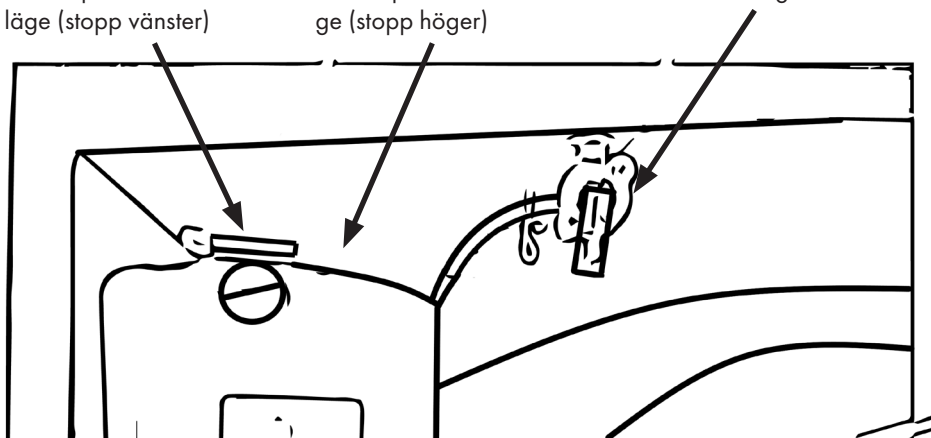

Bild 11
1. Öppna bränslekranen. Se även bild 11. (Handtaget på kranen pekar nedåt)